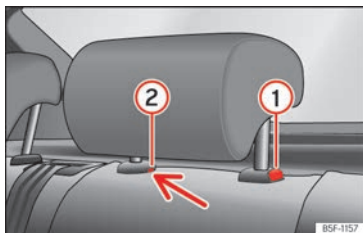

Abb. 75 Kopfstütze hinten ausbauen.
- Drücken Sie die Taste »» (Abb. 75) ① sowie gleichzeitig mit einem Schlitzschraubendreher (Breite max. 5 mm) in die Öffnung der Verriegelung ② und ziehen Sie die Kopfstütze heraus.